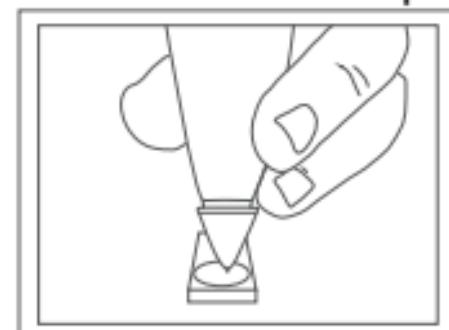

Fig. 6
6. Per iniziare la calibrazione, premere attentamente la punta della sonda sul disco di calibrazione perpendicolarmente come mostrato nella Fig. 6. Assicurarsi che la punta della sonda sia completamente abbassata durante questa fase, per ottenere una pressione costante sulla punta.